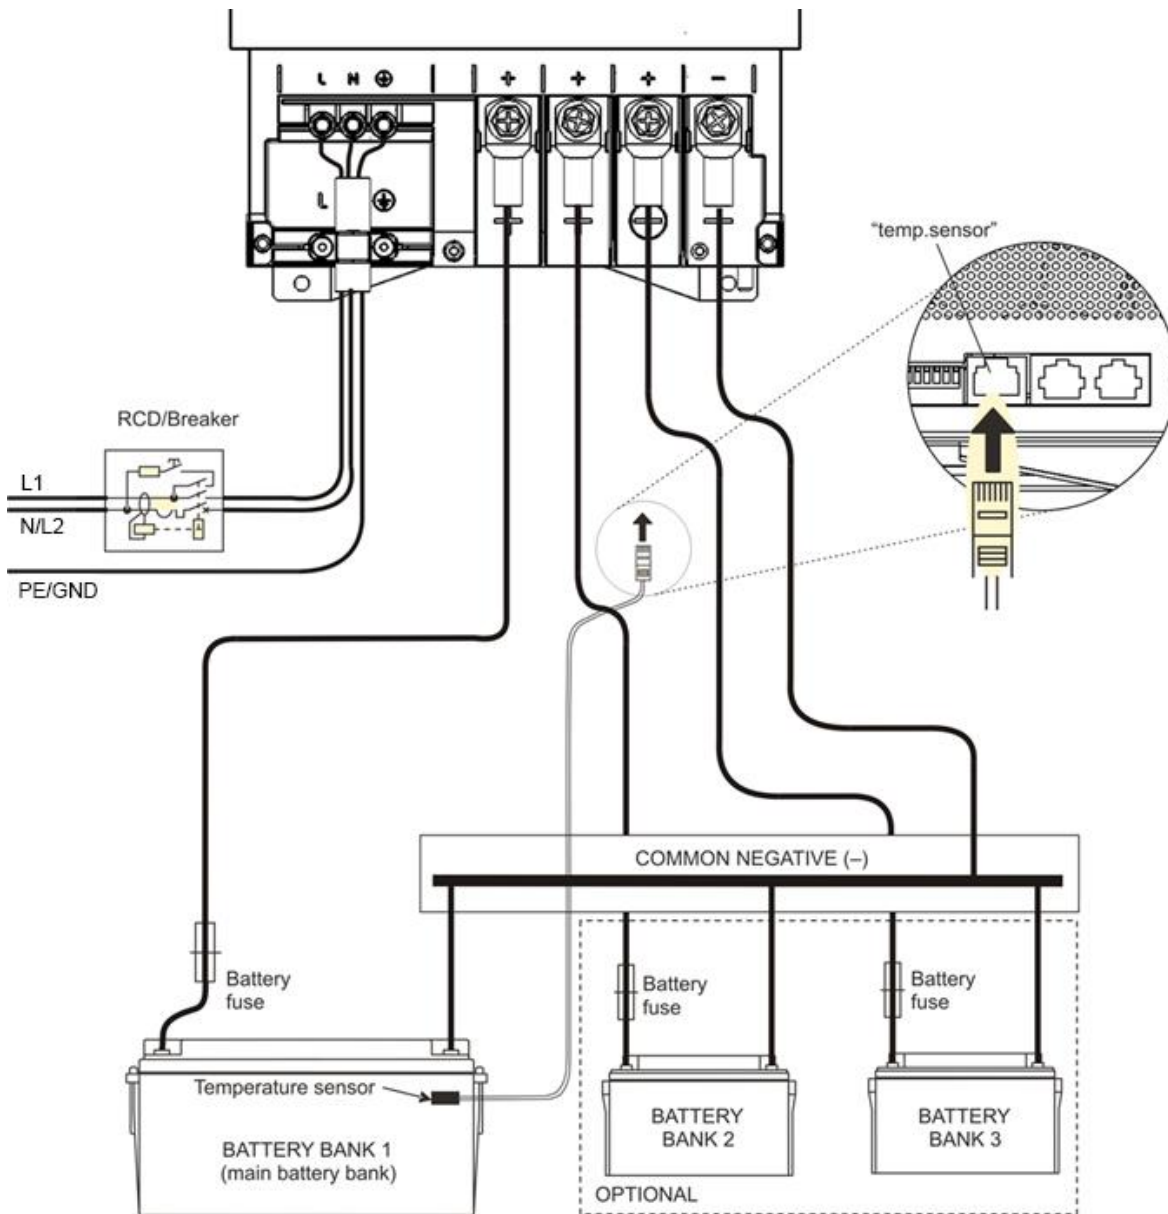

Abbildung 3: Installationsschema des ChargeMaster Plus
- 12 Überprüfen Sie die gesamte Verkabelung; siehe auch Abbildung 3 für Details zur Verkabelung.